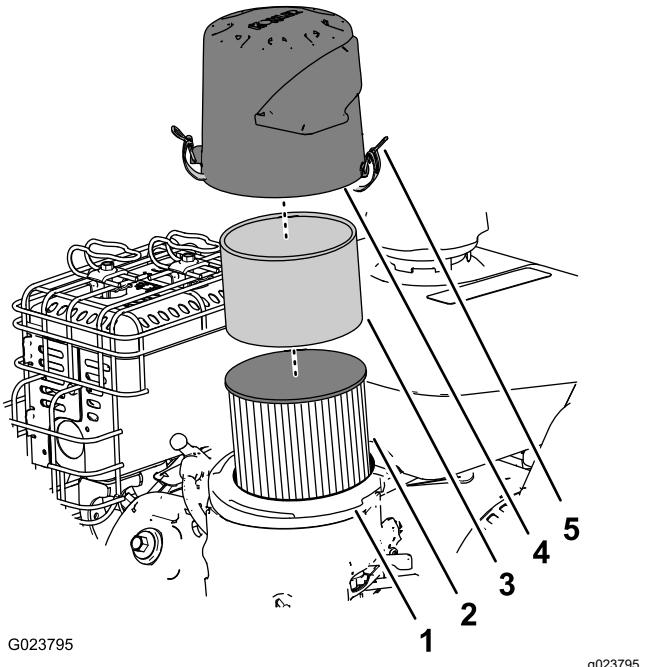

Figura 25
3. Retire el pre-limiador de espuma y lávelo con un detergente suave y agua, luego séquelo apretando suavemente con un paño (Figura 25).
4. Retire e inspeccione el filtro de aire de papel (Figura 25); deséchelo si está excesivamente sucio.
6. Instale el pre-limiador de espuma sobre el filtro de aire de papel (Figura 25).
7. Instale el filtro de aire en la base del filtro de aire (Figura 25).
2. Retire la tapa y límpiela a fondo (Figura 25).